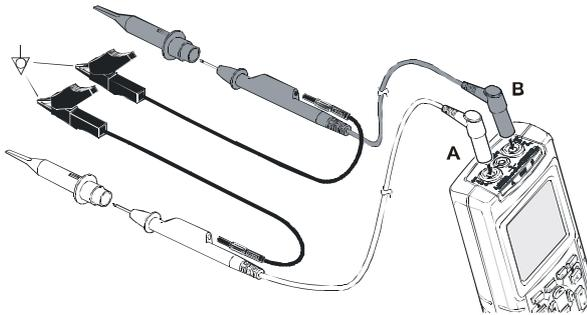

Figure 4-1. Connexion des entrées pour les mesures Fieldbus
- ⑦ Connectez les entrées comme illustré à la figure 4-1.